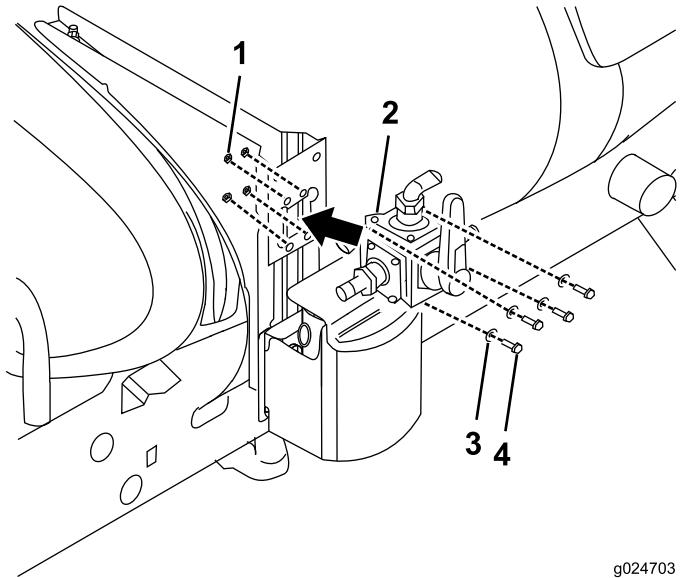

Figure 26
3. Montez la vanne à 4 voies sur son support (Figure 26) au moyen de 4 contre-écrous (6 mm).